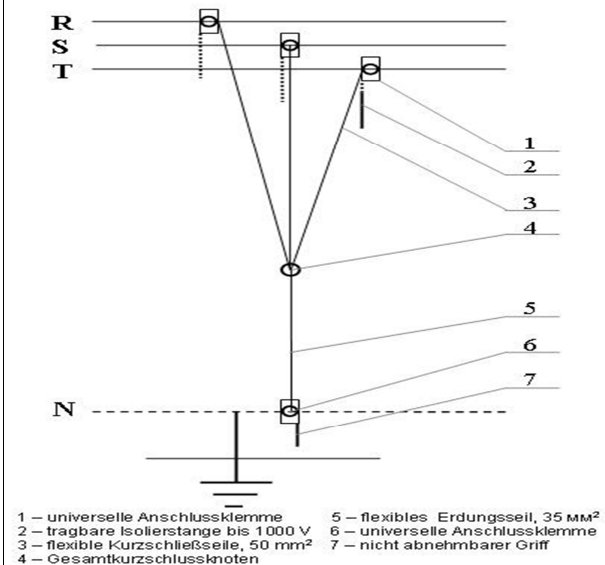

Abb. 4. Konstruktion der tragbaren Erdung für Innenraumschaltanlagen bis 1000 V
- Die Kurzschleißvorrichtung hat zu bestehen aus 3 universellen Klemmen für Anschluss an die Schiene, Leitung und Bolzen mit einem kugelförmigen Kopf Ø 20 (1 – s. Abb. 4.), 1 ausziehbaren Isolierstange (2) für Spannung 1000 V mit Länge 350-500 mm, 3 flexiblen Seilen (3), mit Querschnitt 50 mm² und mit Länge 400 mm, kurzgeschlossen in einem gemeinsamen Punkt (4). Die universellen Anschlussklemmen sind kurzgeschlossen durch 3 flexible Seile in einem gemeinsamen Punkt. Jede Erdung ist